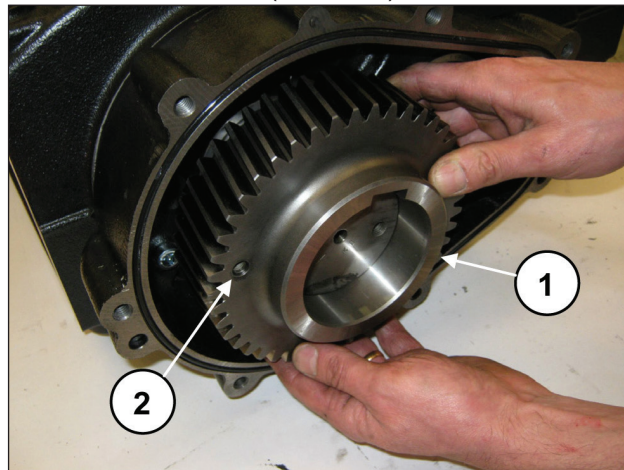

图 14
取出冠齿轮 (①·图 14)。如有必要，可以使用一个锤式拔取器，安装到两个M8孔 (②·图 14)。